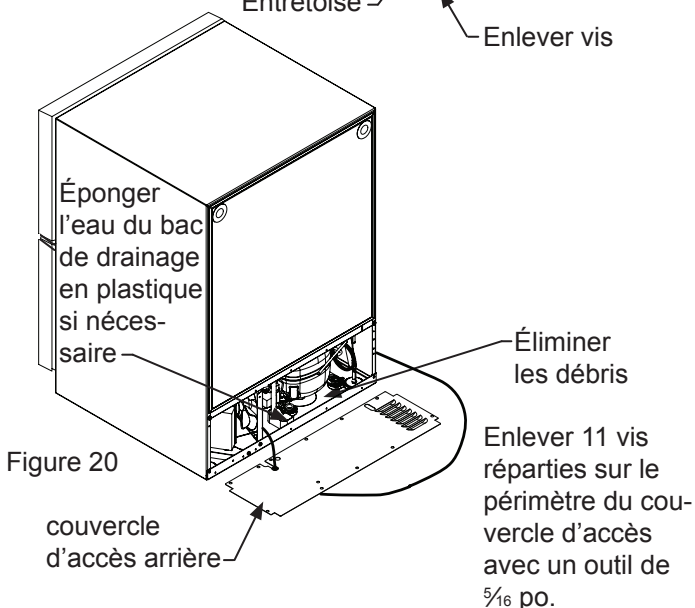

Figure 20
10. Enlevez le couvercle d'accès arrière (voir la Figure 20), et utilisez une brosse et un aspirateur pour éliminer la saleté et les débris du compartiment de la machine.